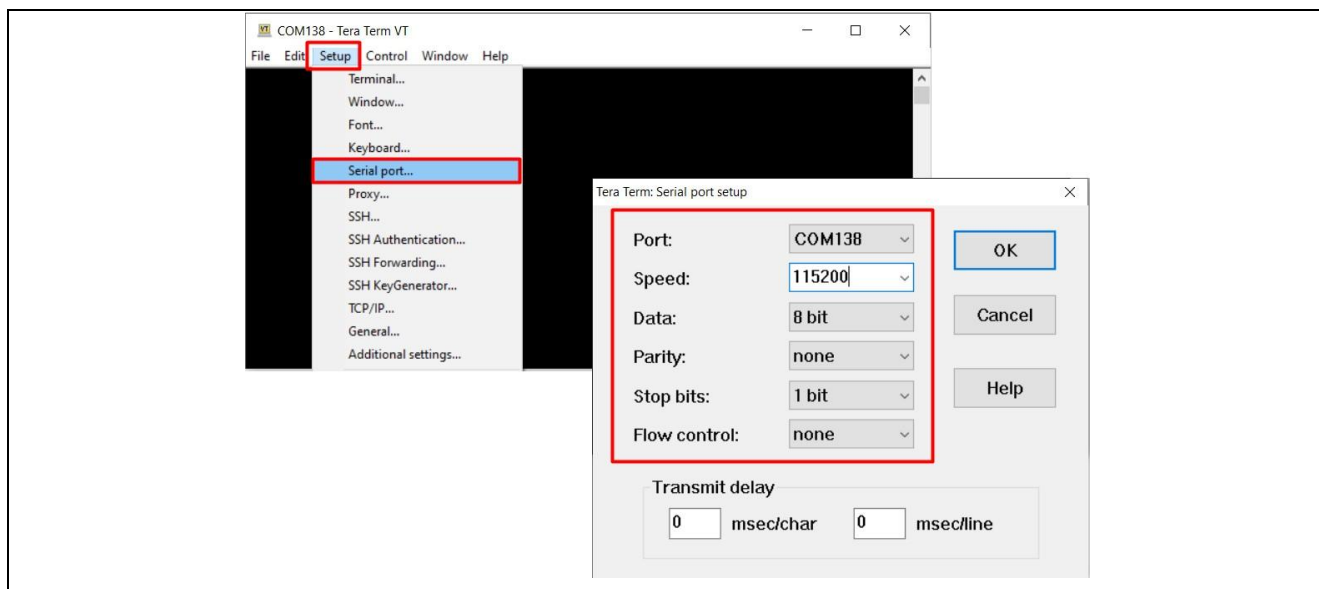

图 62. Tera Term 终端中串口设置的示例
4. 通过选择 **Setup > Serial Port** 来配置终端设置，然后根据项目需求调整波特率和其他串口参数（图 62）。